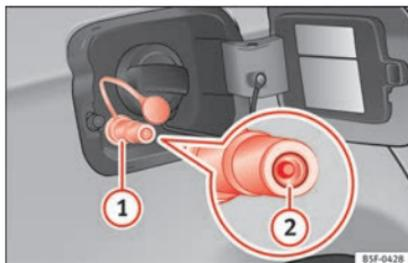

Fig. 246 Tapa del depósito abierta: boca de carga de gas ①, retén de la boca de carga ②.
- Destape la boca de carga de gas » » » fig. 246 ①.